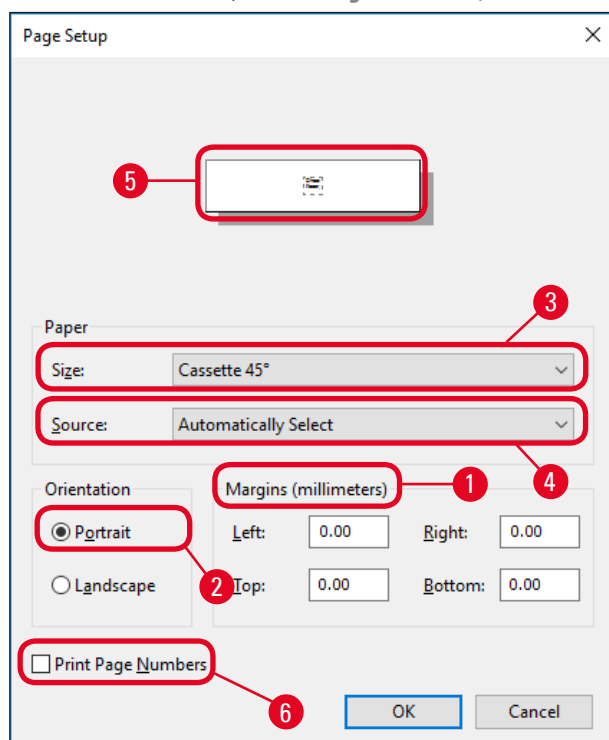

Рис. 45
3. Прежде всего задайте настройки страницы: нажмите **File > Page Setup** (Файл > Настройка страницы) для открытия диалогового окна **Page Setup** (Настройка страницы) (→ "Рис. 45").